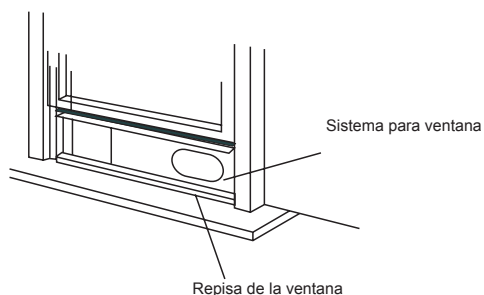

Fig. 12
3. Corte la longitud necesaria de sello de espuma (tipo adhesivo) y adhiéralo a la parte superior de la ventana, como se muestra en la Fig. 12.